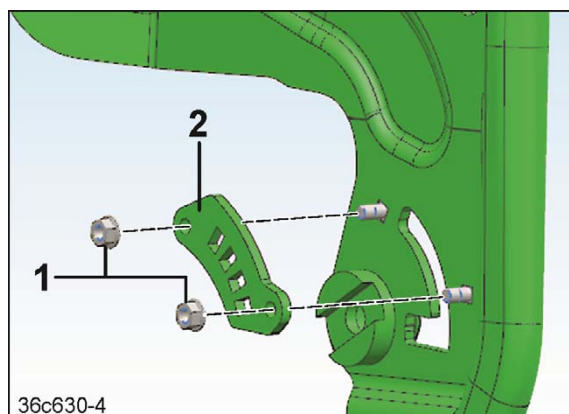

Fig. 254
4. Løsne 2 sikringsmuttere M 8 (Fig. 254/1)
5. Skift ut trinnmønster (Fig. 254/2).